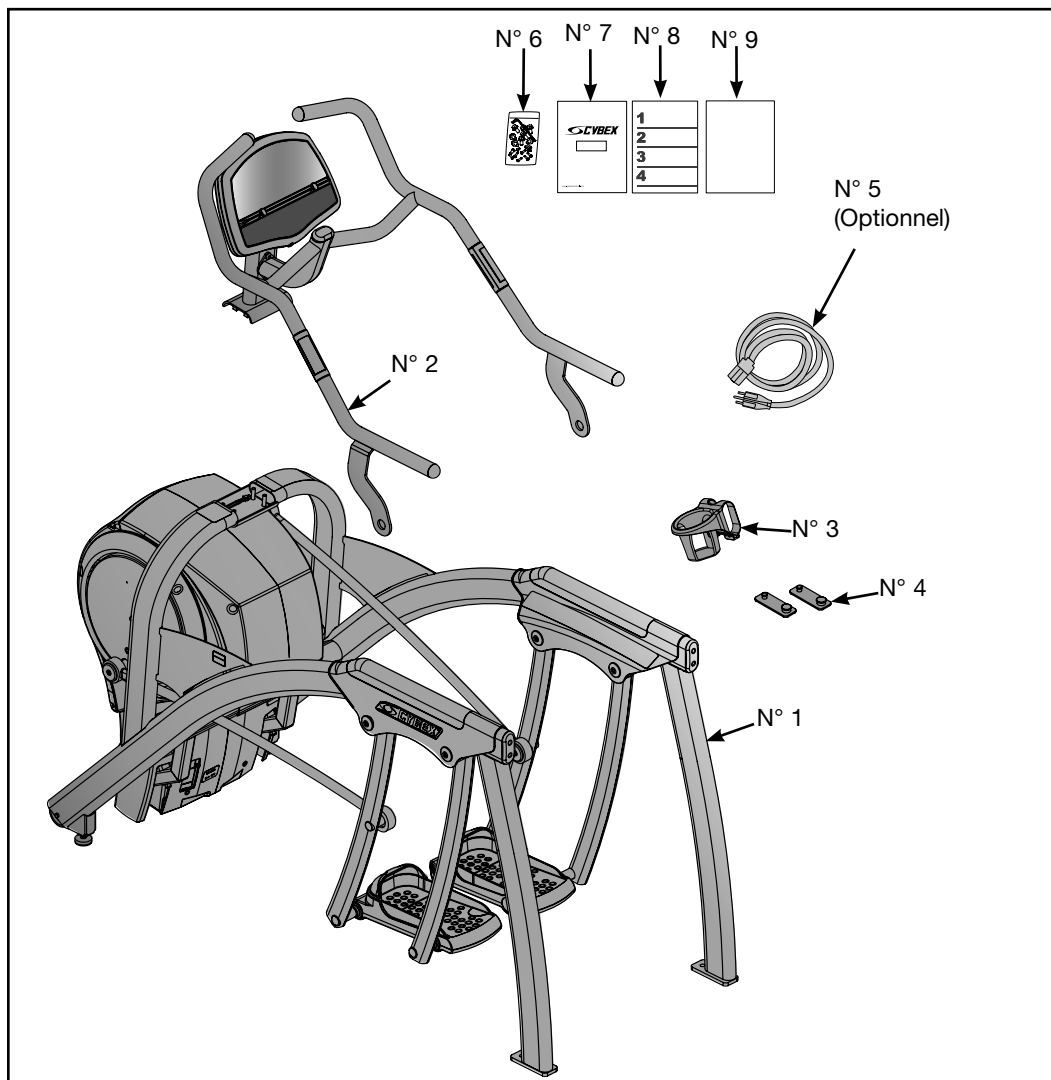

Figure 1
- D. Vérifiez si vous disposez des articles suivants. Cochez (  ) les articles à mesure que vous les trouvez. Reportez-vous à la figure 1. Si une des pièces est manquante, contactez le Service après-vente Cybex.